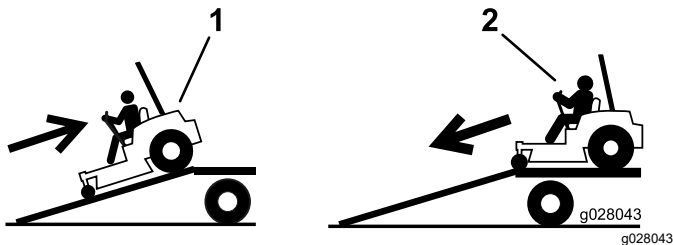

Figura 46
4. Suba la máquina por la rampa en marcha atrás (Figura 46).
2. Baje la máquina por la rampa conduciendo hacia adelante (Figura 46).